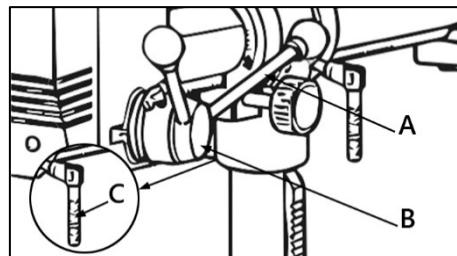
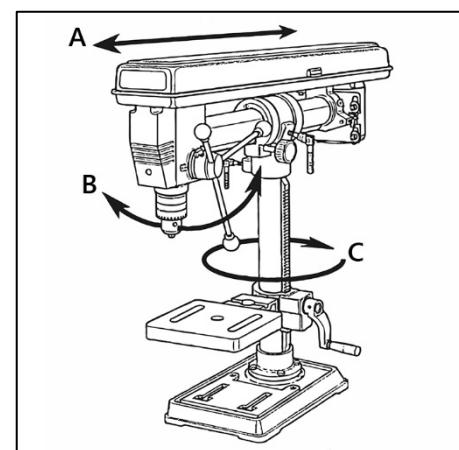
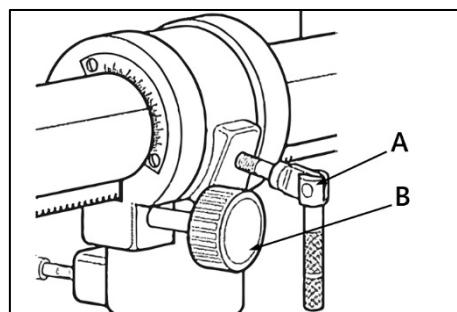
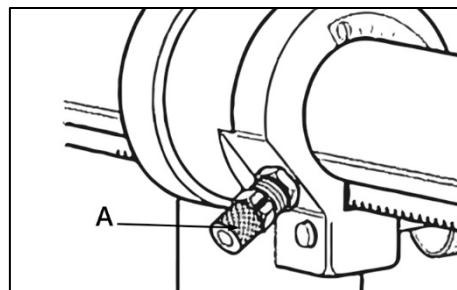

Рисунок 9.
Рисунок 19.
Рисунок 20.
Рисунок 21.
Аккуратно поднимите сверлильную головку и наденьте ее на колонну до упора. Выровняйте головку относительно стола и основания. Затяните рукоятку фиксации (C) (рис. 9) на левой стороне кронштейна сверлильной головки.
Для горизонтального перемещения (A) сверлильной головки (рис. 19), ослабьте рукоятку фиксации A (рис. 20) и поворачивайте ручку (B) до достижения необходимого результата. Затяните фиксатор (A).
Для наклона (B) сверлильной головки (рис. 19), ослабьте фиксатор A (рис. 20). Затем оттяните пружинный штифт (рис. 21) и поверните сверлильную головку под необходимым углом. Затяните рукоятку A (рис. 20).
Для поворота (C) сверлильной головки вокруг колонны (рис. 19), ослабьте рукоятку фиксации C (рис. 9), поверните головку. Затяните рукоятку.